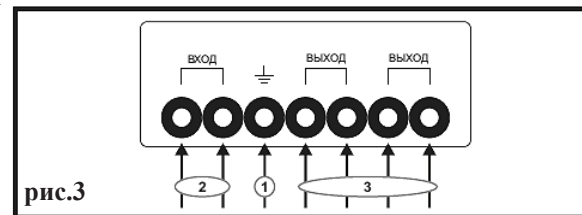

рис.3
6.3 Подключите стабилизатор к сети питания при помощи выходов 2 (см. рис.3).
6.5 Подключите нагрузку к стабилизатору при помощи выходов 3 (рис.3).
Внимание! При подключении нагрузки к стабилизатору обратите внимание на заземление, в том случае, если это необходимо заземляйте потребителей при помощи выхода 1, отмеченного на рис.3 (см. руководство по эксплуатации подключаемого прибора).